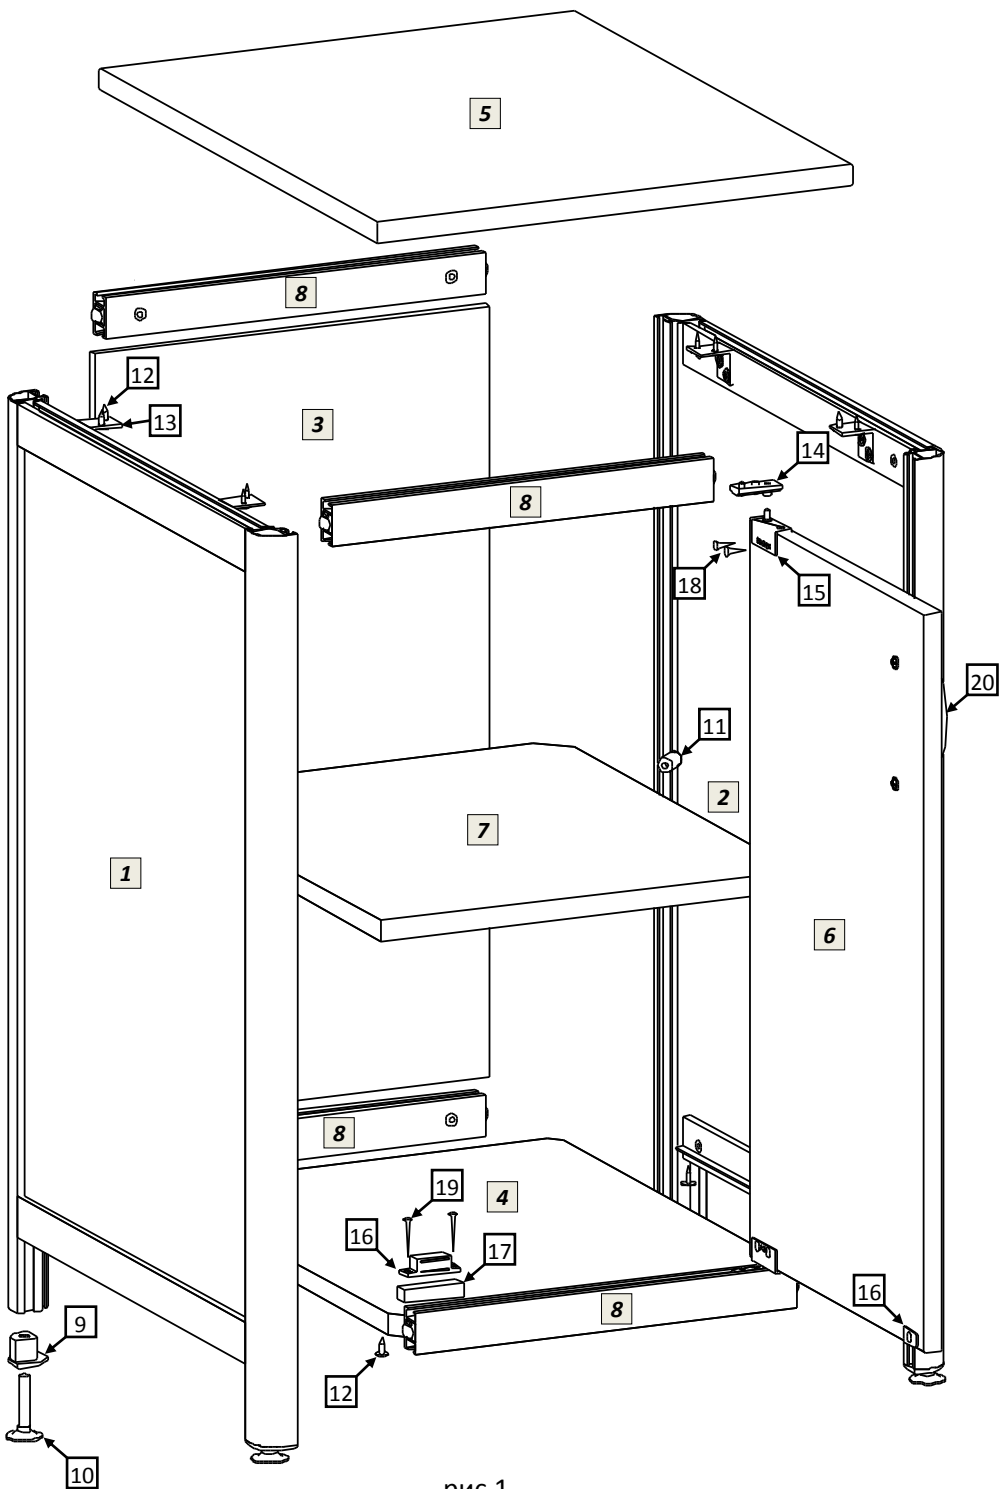

рис.1
- 5.1 Распаковав тумбу, внимательно ознакомьтесь со схемой сборки, изображённой на рис.1. Согласно позициям на схеме и комплектовочной ведомости определите расположение деталей в изделии и порядок их сборки. Сборка производится на ровном полу, укрытом материалом, предотвращающим повреждение покрытия пола и деталей мебели. Подготовьте необходимые для сборки инструменты – плоскую и крестовую отвёртки, молоток, рулетку или линейку, гаечный ключ 12мм для регулировки опор, шуруповёрт.